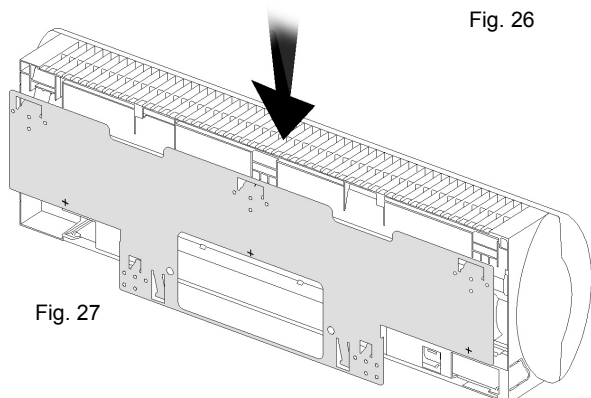

Fig. 27
- Sänk fläktkonvektorn över fästplåtens krokarna och kontrollera att krokarna går i korrekt ingrepp i fläktkonvektorn, se fig. 27.